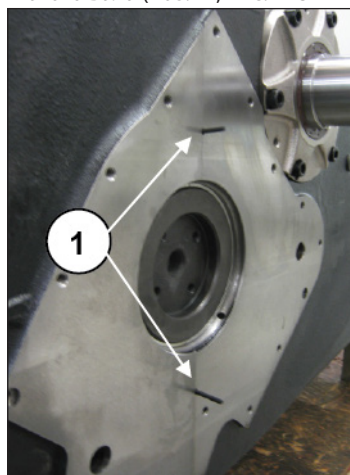
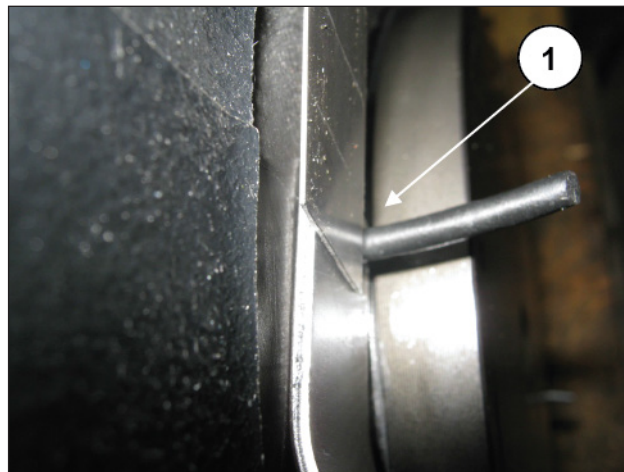

Рис. 113
Рис. 114
С помощью резака и толщинометра срежьте избыточную часть уплотнительных колец OR, выступающую за линию соединения переднего и заднего картера на уровне фланца коленчатого вала (поз. ①, Рис. 113 и Рис. 114).